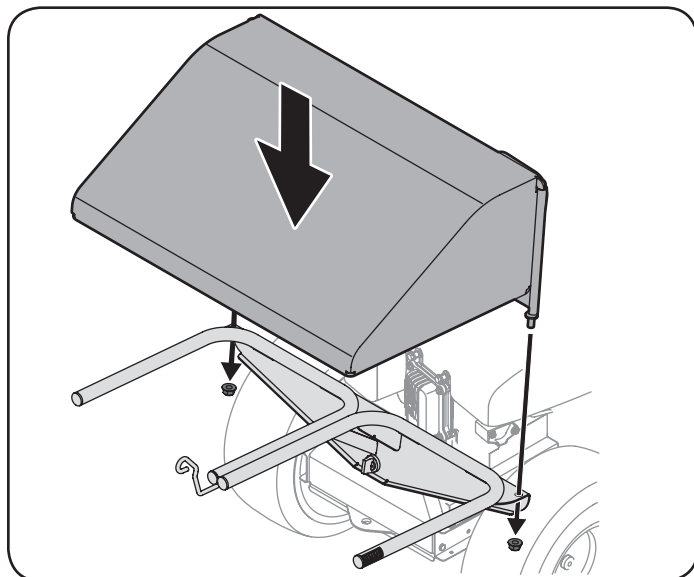

Figure 6
5. Retirez le couvercle de protection des filets de montage du capot de protection du dispositif d'ensachage et placez-la sur l'ensemble de fixation du sac à herbe, comme illustré à la Figure 6. Alignez les languettes du capot dans les fentes de l'ensemble de fixation pour sac à herbe. Fixez le capot à l'aide de deux contre-écrous d'épaulement (712-04150) compris dans la même trousse de matériel.